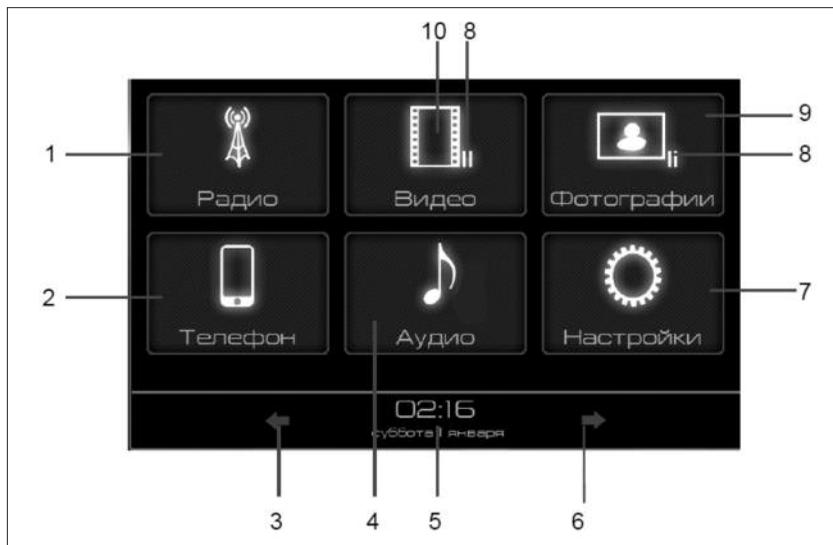

Рис. 2. Окно главного меню
2.5.1 После первого включения радиоприёмника или перезагрузки на дисплее радиоприёмника отображается главное меню (рис. 2).
– кнопкой **Радио** в главном меню (рис. 2);
- нажатие кнопки **Аудио** (рис. 2);
Примечание. При нахождении режима **Аудио** в состоянии «пауза» (индикатор 8, рис. 2) повторный вход в режим **Аудио** переведет радиоприёмник в режим проигрывания аудиофайлов с места остановки прослушивания.